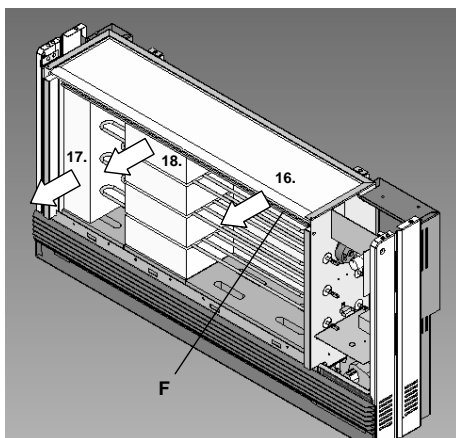

fig.12 Retirez le styropore et la tôle de couverture
- Installez les briques réfractaires (fig.12 - 15):